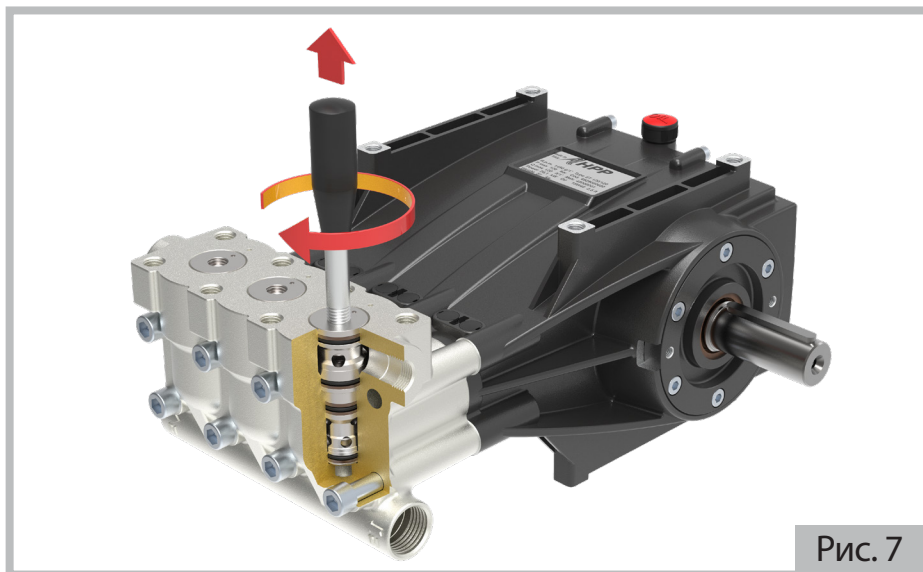

Рис. 7
- с) Раскрутить также вручную гнезда клапанов и соответствующие уплотнительные кольца (смотрите детали А на рис. 7)